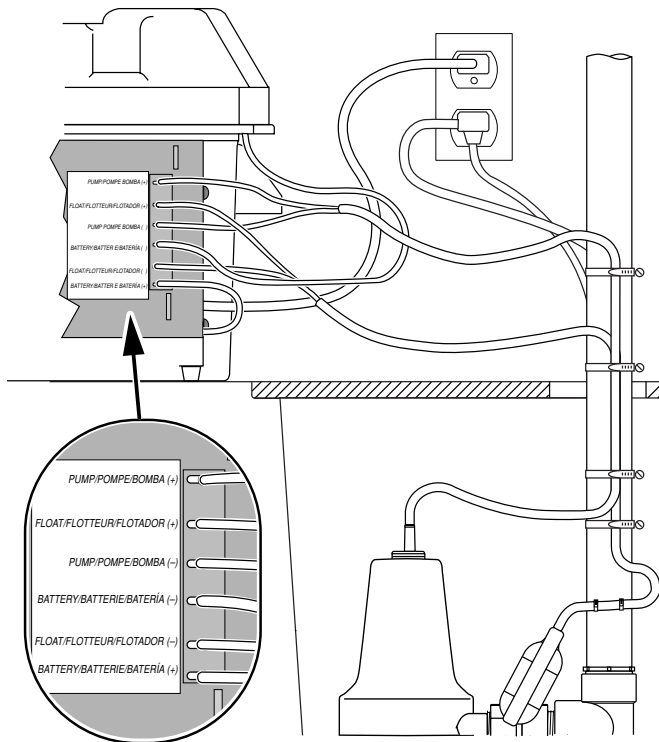

Figure 8 – Branchements électriques du A5500
1. Brancher le chargeur comme il est illustré dans le Tableau I et à la Figure 8.